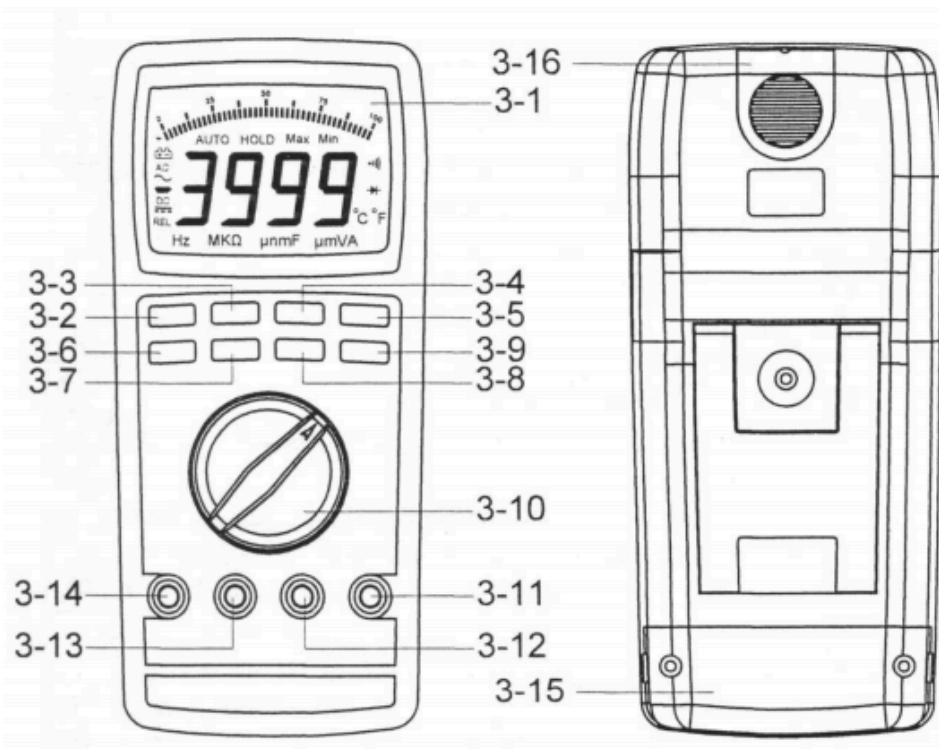

Fig. 1
- a. Cuando no utilice el medidor, debe girar la función "Function rotary switch" (3 – 10, Fig. 1) a la posición "OFF".
- c. Desactivar el apagado automático (no apagado automático) Presione "MAX/MIN" (3 – 2, Fig. 1) mientras enciende "Function switch" desde la posición "OFF" a la posición de función deseada.
- 1) Conecte la punta de prueba negra en la terminal "COM" (3 – 12, Fig.1)
- 2) Conecte la punta de prueba roja en la terminal "V" (3 – 11, Fig 1)
- 3) Seleccione "Function rotary switch" (3 -10, Fig.1) a la posición "V".
- 4) Presione el botón "AC/DC" (3 – 9, Fig 1) para seleccionar la medición "ACV" o "DCV".
- 6) Bajo la operación del modo "auto rango", presione el botón "Range" una vez (3 – 6 Fig.1) se ejecuta el modo "Rango manual" y mantendrá el rango, la pantalla LCD mostrará el marcador "MANU". Bajo la operación de escala manual, presione el botón "Range" (3 – 6 Fig.1) > 2 segundos, volverá al funcionamiento de rango automático.
Durante la medición, si presiona el botón "VAHz" una vez (3 – 7 Fig.1) hasta que la pantalla muestre el marcador "Hz" y la pantalla muestre el valor de frecuencia de la señal de medición.
- 2) Conecte el cable de prueba rojo en la terminal "Ω" (3 – 11, Fig 1)
- 3) Seleccione "Function rotary switch: (3 – 10, Fig 1) a la posición Ω.
- 5) Bajo la operación del modo "auto rango", presione el botón "Range" (3 – 6 Fig.1) ejecutará el modo "Rango manual", y mantendrá el rango, la pantalla LCD mostrará el marcador "MANU". Bajo la operación de escala manual, presione el botón "Range" (3 – 6 Fig.1) > 2 segundos, volverá al funcionamiento de rango automático.
- 2) Para la medición "mA,uA", conecte el cable de prueba rojo en la terminal "mA uA" (3 – 13, Fig.1) Para la medición de corriente "10 A", Conecte la punta de prueba roja en la terminal "A". (3 – 14, Fig.1)
- 3) Para la medición "uA" (400 uA, 4000 uA), seleccione "Function rotary switch" (3 – 10, Fig.1) a la posición "uA".
Para la medición "mA" (40 mA, 400 mA), seleccione "Function rotary switch" (3 – 10, Fig.1) a la posición "mA".
Para la medición "10 A", seleccione "Function rotary switch" (3 – 10, Fig 1) a la posición "A".
- 4) Presione el botón "AC/DC" (3 – 9, Fig. 1) para seleccionar la medición "ACA" o "DCA".
- 6) Bajo la operación del modo "auto rango", presione el botón "Range" una vez (3 – 6 Fig.1) se ejecutará el modo "Rango manual" y mantendrá el rango, la pantalla LCD mostrará el marcador "MANU".
Bajo la operación de escala manual, presione el botón "Range" (3 – 6 Fig.1) > 2 segundos, volverá al funcionamiento de rango automático.
- 3) Seleccione "Function rotary switch" (3 – 10, Fig.1) a la posición "Ω".
- 3) Seleccione "Function rotary switch" (3 – 10, Fig. 1) a la posición "D".
- 1) Seleccione "Function rotary switch" (3 – 10, Fig. 1) a la posición "⚡".
* Si la capacidad de la medida existente de la polaridad, entonces debe conectar la polaridad "+" del condensador medido a la terminal "V" (3 – 11, Fig.1), conecte la polaridad " – " al condensador medido a la terminal "COM" (3 – 12, Fig.1)